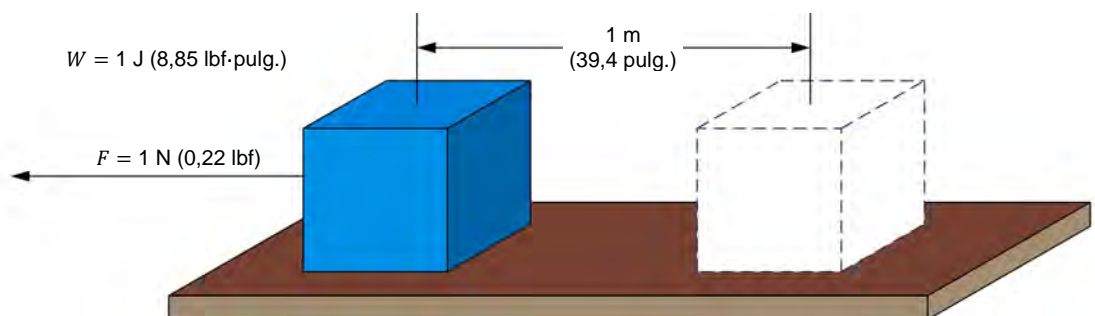
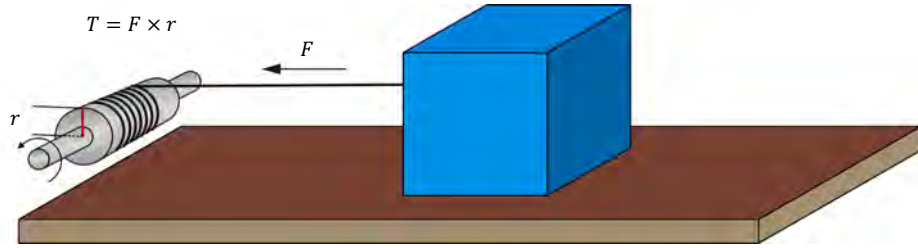

Figura 1. Trabajo requerido para mover un bloque.
Figura 2 Movimiento de un bloque utilizando una polea.
La figura 1 muestra el ejemplo de un bloque que se desplaza sobre una distancia  $d$  de 1 m (39,4 pulg.) por una fuerza  $F$  de 1 N (0,22 lbf). Utilizando la ecuación (1), se puede calcular que se ha realizado un trabajo mecánico  $W$  de 1 J (8,85 lbf·pulg.).
Considere ahora que el bloque de la figura 1 se mueve la misma distancia utilizando una polea que tiene un radio  $r$ , como se muestra en la figura 2 .